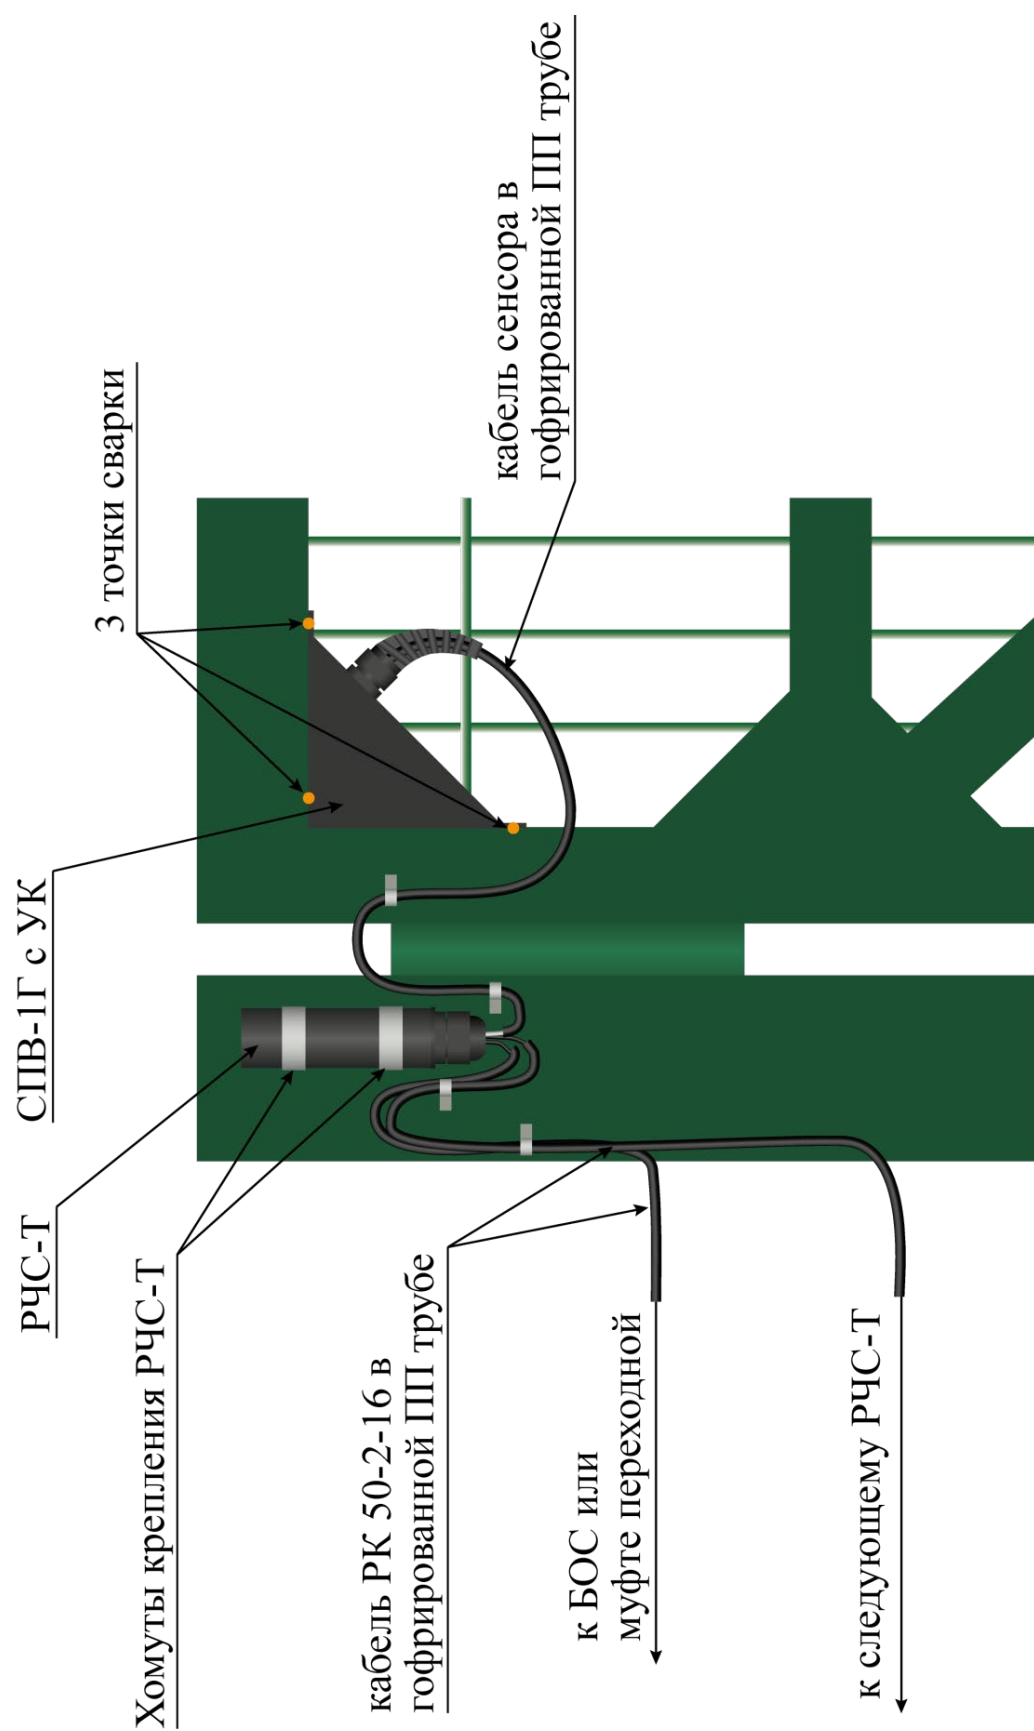

Рисунок 4.54 – Установка сенсора СПВ-1Г с узлом крепления на створке ворот (калитки)
- сенсор расположить в углу створки ворот (калитки) со стороны петли (рисунок 4.54);
- узел крепления сенсора закрепить к каркасу створки методом сварки (рисунок 4.54);
- закрепить РЧС-Т хомутами к опоре ворот (калитки) или каркасу створки ворот (калитки) гермовводом вниз (рисунок 4.54);
- закрепить к опоре ворот (калитки) металлическими скобами металлорукава с кабелем РК (рисунок 4.54);
- один кабель РК подключить к БОС или к муфте переходной (в зависимости от проекта), другой через протяжную коробку к следующему РЧС-Т (рисунок 4.54).
3 Допускается вместо металлорукава применять трубу полипропиленовую (ПП) гофрированную неразрезную, устойчивую к солнечному излучению (рисунок. 4.54).